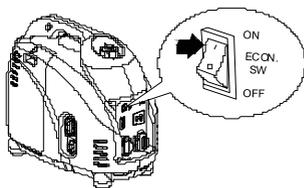

Рис. 19
- Переведите переключатель экономичного режима в положение «**ON**» (Рис.19).